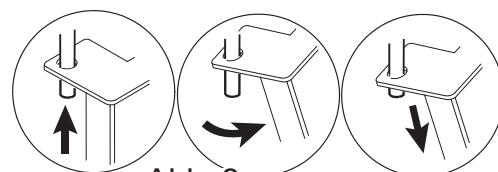

Abb. 8
**Wenn erforderlich, entfernen Sie die Bolzen der Einhängegestelle (Abb. 8) und nehmen Sie diese aus dem Garraum heraus.**